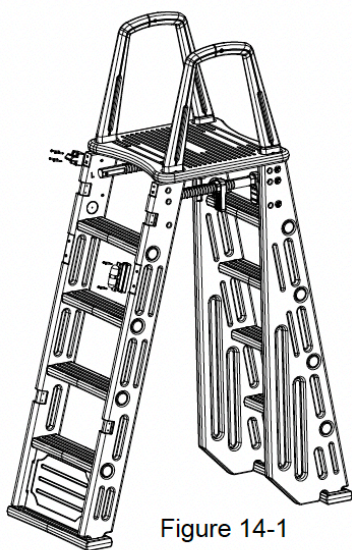
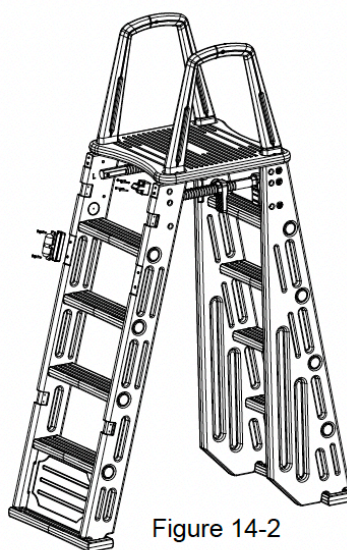

Figure 14-1
Figure 14-2
12. Le portail peut être configuré pour s'ouvrir du côté gauche ou du côté droit. Si l'ouverture se fait du côté gauche (côté du montant extérieur gauche marqué «L»), fixez la gâche sur le montant extérieur gauche (marquage «L») à l'aide de quatre vis autotaraudeuses ST4.2x38, puis fixez le corps du ferme-porte et le bloc du ferme-porte sur le montant extérieur droit (marquage «R») à l'aide de quatre vis autotaraudeuses ST4.2x30 (voir Figure 14-1). Si le portail s'ouvre du côté droit (côté du montant extérieur droit marqué «R»), référez-vous à la Figure 14-2 pour la position de la gâche et de l'ensemble du ferme-porte.